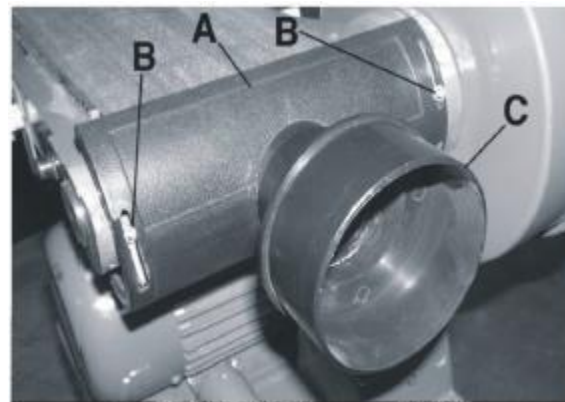

Рис. 12
1. Отвернуть два винта (В) с корпуса ленты и поместить лоток и установить лоток (А) для отвода опилок, рис. 12, и закрепить его на корпусе ленты ранее отвёрнутыми двумя винтами.
При необходимости подключения данного шлифовального станка к системе сбора опилок с помощью гибкого шланга диаметром 4 дюйма установить переходник (С) с диаметра 2-1/2 дюйма на диаметр 4 дюйма, рис. 12.